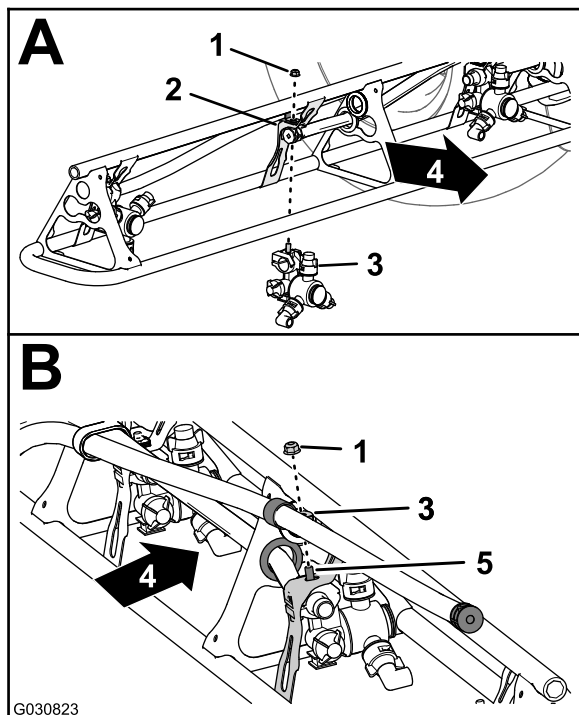

Figura 130
- Nas posições dos bicos 1 e 4, monte o bico do pulverizador na montagem do bico (A de Figura 130) com a porca de bloqueio flangeada (5/16 pol.) que retirou no passo 2 de Retirar os bicos do pulverizador das secções de pulverização exterior (página 53).
- Nas posições dos bicos 2 e 3, monte o bico do pulverizador na montagem do bico (A e B de Figura 130) com a porca de bloqueio